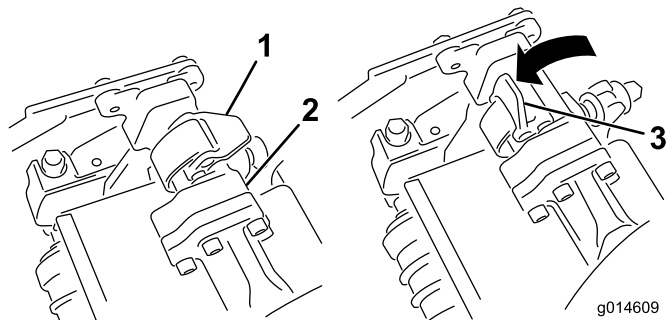
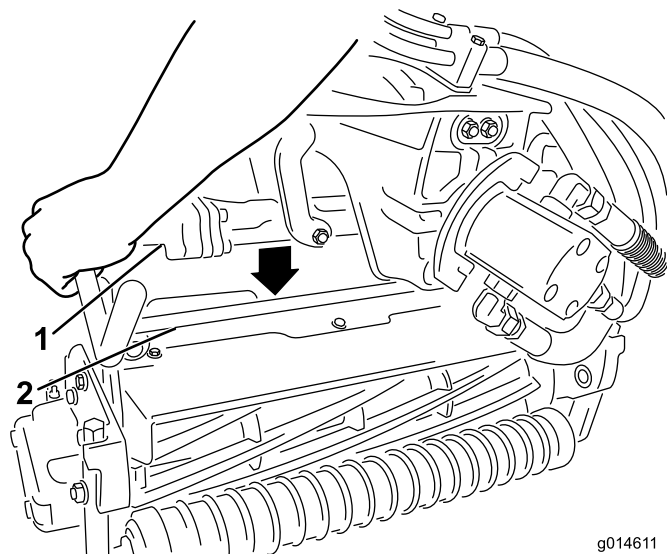

図 33
図 34
3. サスペンションアームのバーについているラッチを上向き（開いた状態）にして（図 33）、サスペンションアームを押し下げて、バーを、カッティングユニットのバーの上に被せるようにする（図 34）。
4. ラッチを下げて閉じるとカッティングユニットのバーがロックされてユニットがアームにセットされる（図 33）。
4. 取り外したいカッティングユニットのサスペンションアームのバーについているラッチを開く（図 33）。